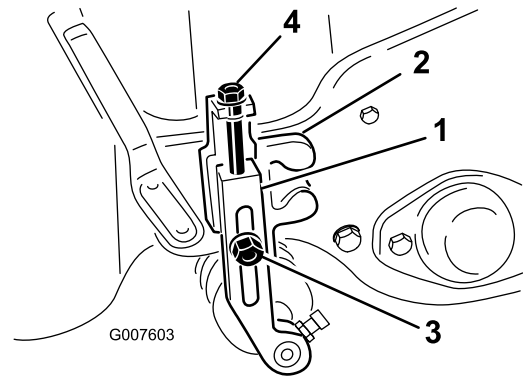

Bild 51
2. Lösen Sie die Sicherungsmuttern, die die Schnitthöheneinstellarme zur Schnitthöheneinstellhalterungen festlegen (Bild 51).